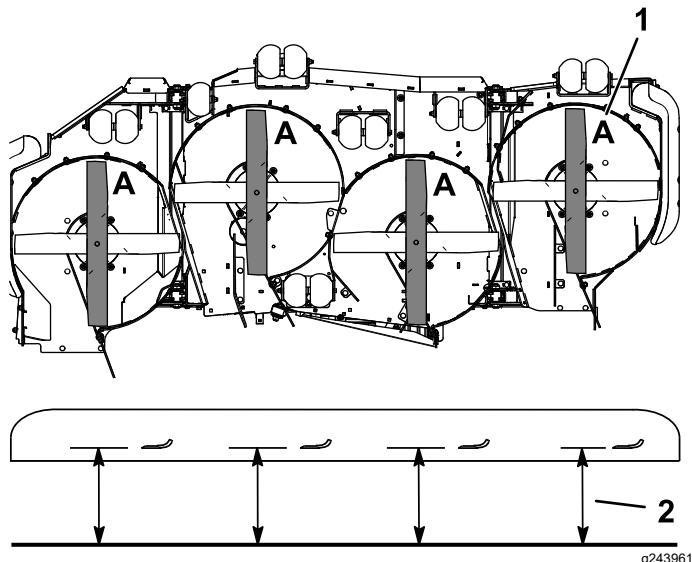

Figura 79
3. Gire las cuchillas hasta que los extremos estén orientados hacia adelante y hacia atrás (Figura 79).
4. Mida desde una superficie nivelada hasta el filo de corte, posición A, de las cuchillas (Figura 79).